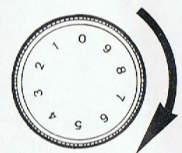

Abb. 15
- Falsche Naht: (Abb. 15) Oberfadenspannung ist zu schwach. Bedienungsknopf etwas nach rechts drehen.